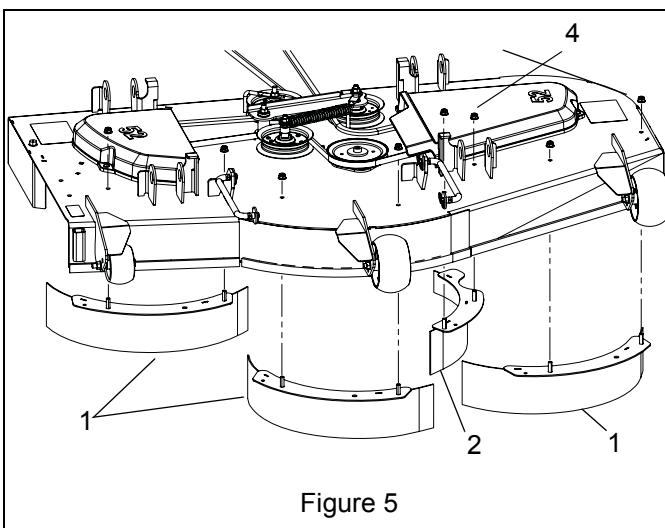

Figure 5
- Monter les trois déflecteurs universels (élément 1) et le déflecteur central (élément 2) depuis le dessous du carter. Conserver les huit écrous à embase à verrou de 5/16" (élément 4). Voir Figure 5.